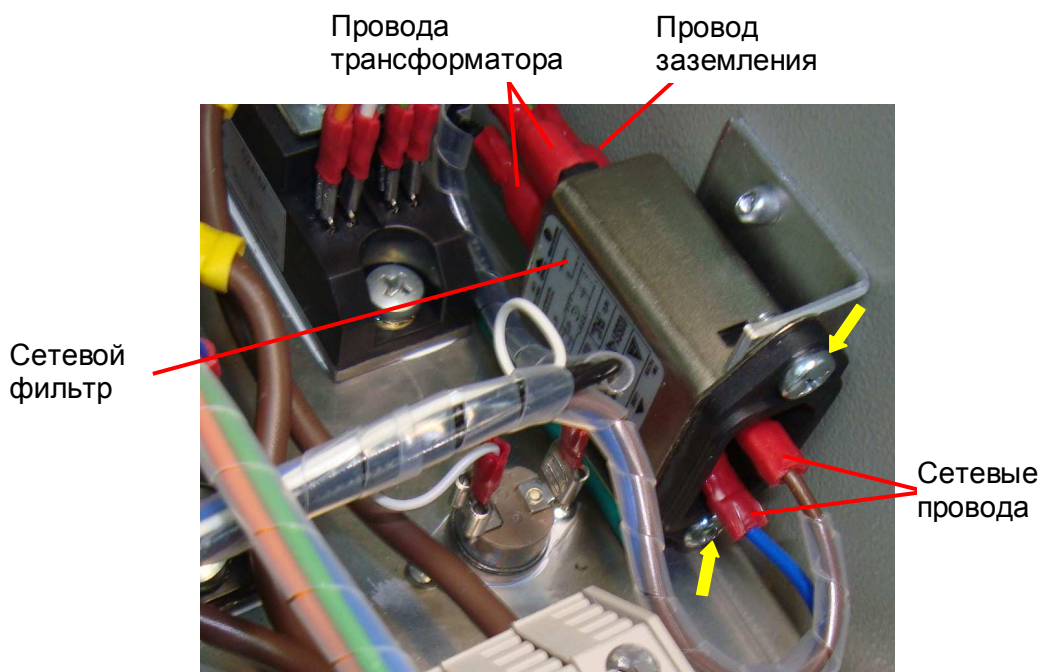

Рис. 7.5. Установка сетевого фильтра.
7.2.1. Установить сетевой фильтр на модуле управления в соответствии с рис. 7.5.
7.2.2. Вкрутить два винта крепления сетевого фильтра (рис. 7.5, желтые стрелки).
7.2.3. Подсоединить к сетевому фильтру провода трансформатора, заземления и сетевые провода (рис. 7.5).